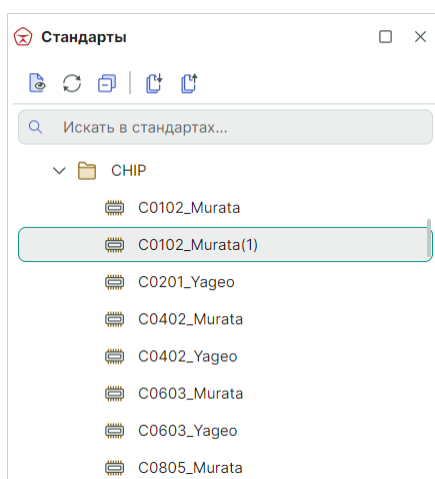

Рис. 119 Отображение созданной копии корпуса
3. В дереве корпусов рядом с выбранным корпусом будет создана его копия, см. Рис. 119.